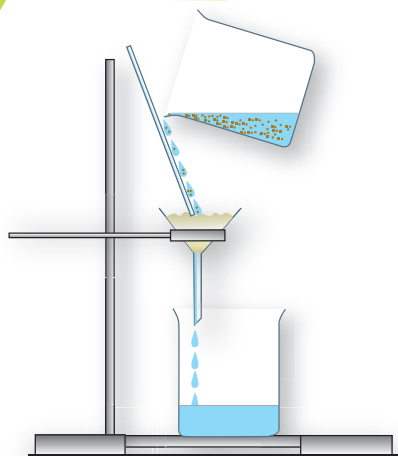
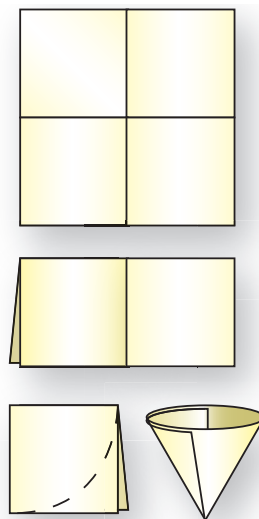

Рис. 10. Фильтрация
Рис. 13. Изготовление фильтра
Чтобы отделить нерастворимые частицы от раствора, смесь фильтруют (рис. 10). Песок остаётся на фильтровальной бумаге, а прозрачный раствор поваренной соли проходит через фильтр. (Растворённую поваренную соль из воды выделяют выпариванием, см. ниже.)
2. Очистка полученного раствора при помощи фильтрования. Для изготовления фильтра листок фильтровальной бумаги шириной в два раза больше диаметра воронки дважды сложите пополам, примерьте к воронке и отрежьте по дуге так, чтобы край бумаги был на 0,5 см ниже края воронки (рис. 13). Раскрытый фильтр поместите в воронку и смочите водой, расправьте его, чтобы он плотно примыкал к воронке. Воронку вставьте в кольцо штатива. Конец её должен касаться внутренней стенки стакана, в котором собирается отфильтрованный раствор. Мутный раствор налейте на фильтр по стеклянной палочке (см. рис. 10). В стакан стечёт прозрачный фильтрат.